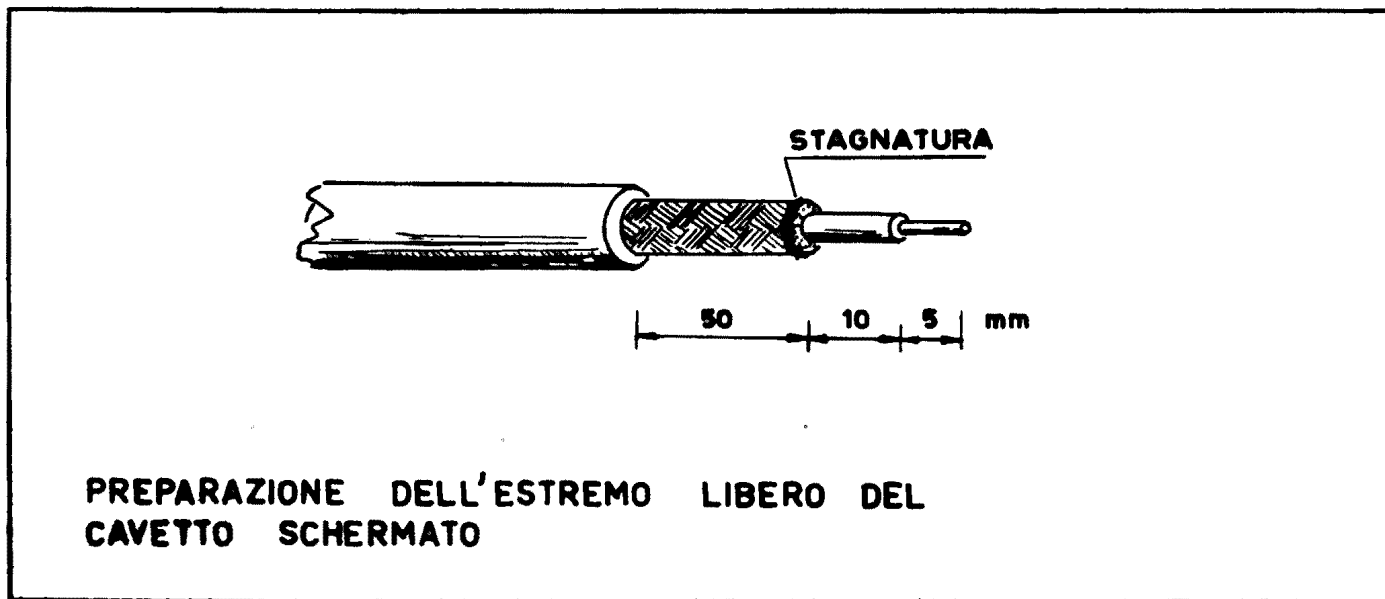

Fig. 6
- d) - PREPARI L'ESTREMO LIBERO DEL CAVO SCHERMATO, COLLEGATO AL COMMUTATORE S1, SEGUENDO LE INDICAZIONI DI FIG. 6.